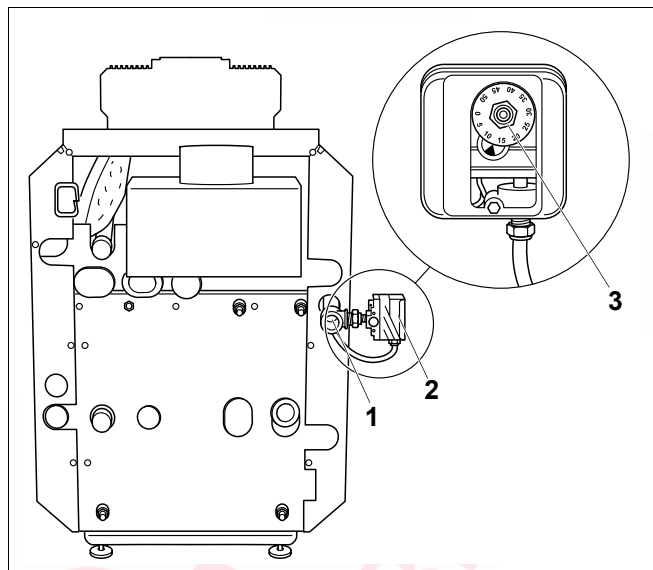

Рис. 47 Установка прибора контроля давления газа
- Установить прибор контроля давления газа (рис. 47, поз. 2) на газопровод непосредственно на патрубок для подключения газа (рис. 47, поз. 1 и рис. 23, стр. 40) на отопительном котле вместе с регулировочным диском (рис. 47, поз. 3) так, чтобы он смотрел вверх или наружу (используя переходник).